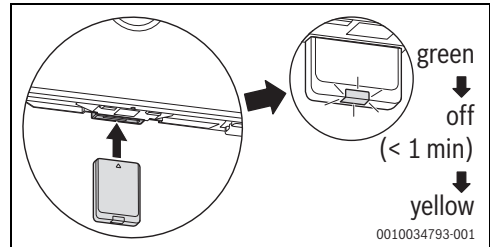

Bild 4
- Aus dem Internet die App HomeCom Easy laden (→ Bild 4 auf Seite 4)